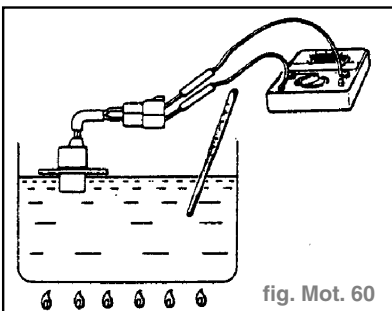

fig. Mot. 60
- Comme indiqué dans l'illustration, tremper le contacteur de température d'air dans de l'eau chaude. (fig. Mot. 60)